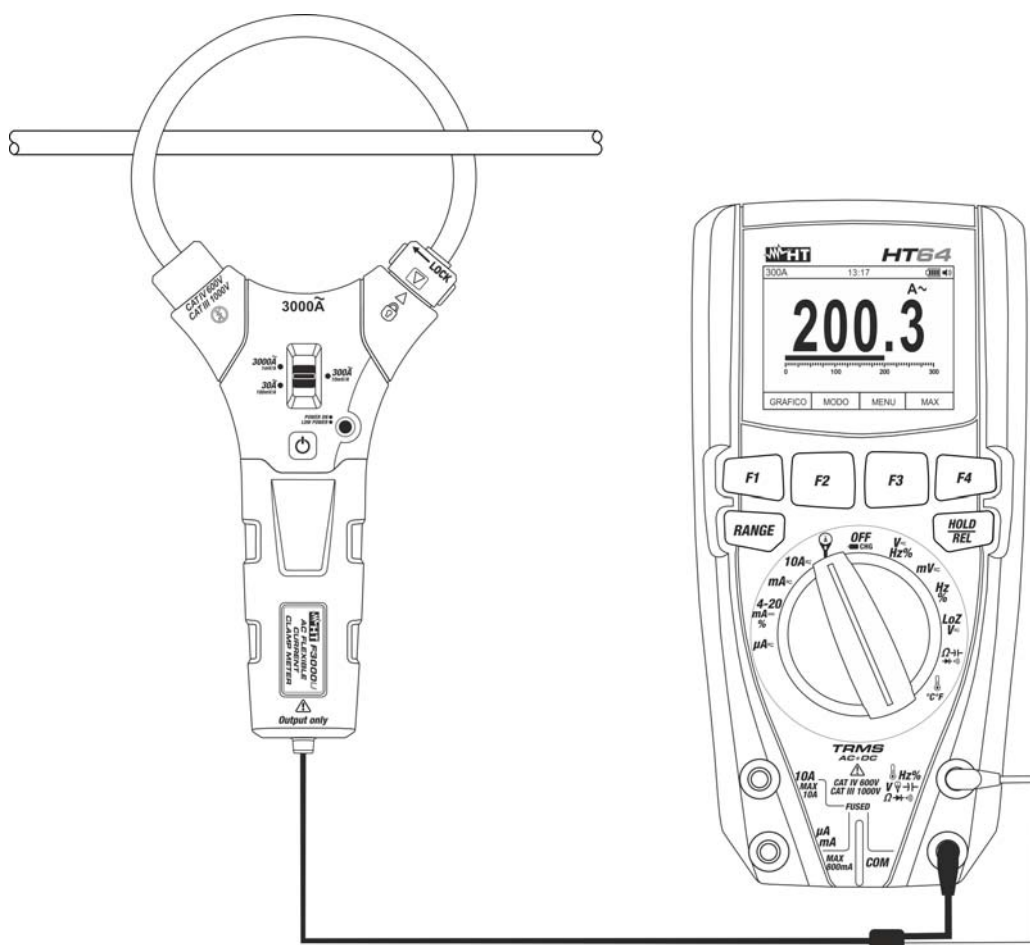

Fig. 4: Uso do instrumento para medir Correntes CA juntamente com o modelo HT64
7. Abrir o toróide e inserir o cabo de fase no centro do mesmo (ver Fig. 4). O valor da corrente **expresso em A** é apresentado no display do multímetro.